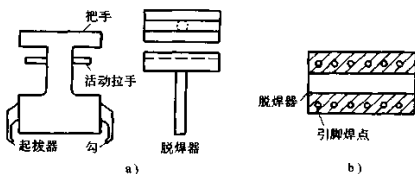

图 2-45 集成电路起拔器外形示意图
(2) 集成电路起拔器。如图 2-45 所示是集成电路起拔器外形示意图,它由起拔器和脱焊器两部分组成。脱焊器有多种规格,以配合不同引脚排列的集成电路。